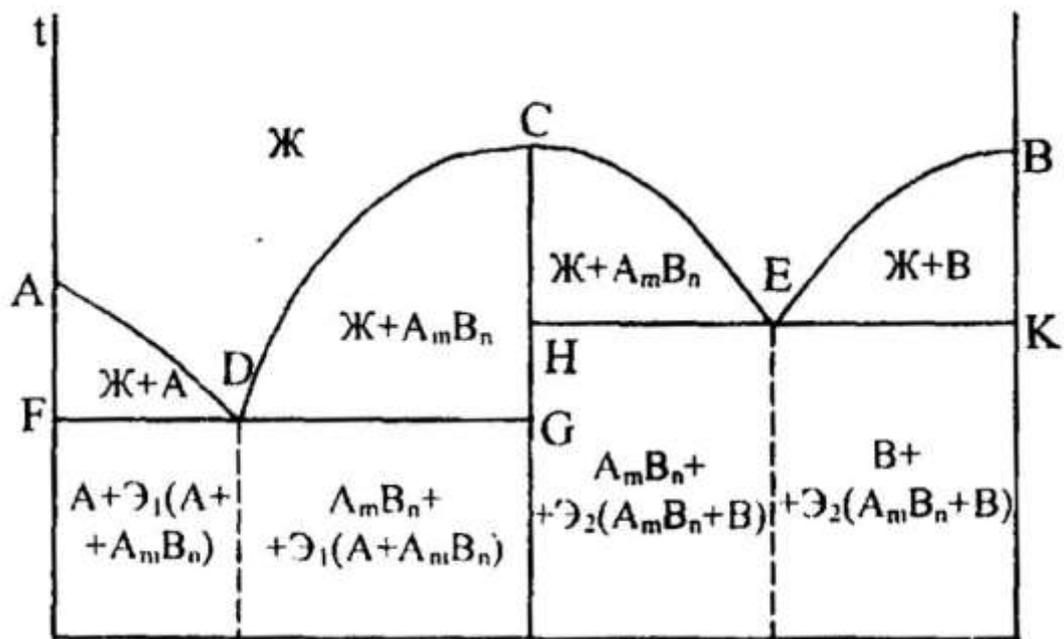

Рисунок 10. Диаграмма состояния сплавов образующих химическое соединение
**Диаграмма состояния сплавов**, образующих химическое соединение (рис.10) характеризуется наличием вертикальной линии, соответствующей соотношением компонентов в химическом соединении  $A_mB_n$ .
Эта линия делит диаграмму на две части, которые можно рассматривать как самостоятельные диаграммы сплавов, образуемых одним из компонентов с химическим соединением. На рис. 10 изображена диаграмма для случая, когда каждый из компонентов образует с химическим соединением механическую смесь.